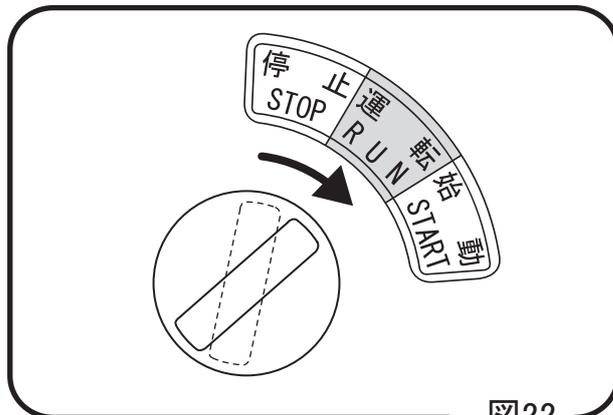

図22
- 2 キーをキースイッチに差し込み、「運転」側に回します。(図22)